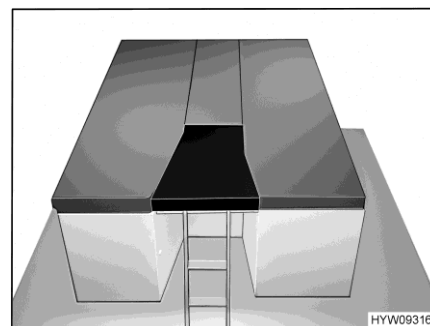

Fig. 83 Posizionamento del cuscino aggiuntivo
- Posizionare il cuscino aggiuntivo fornito tra i letti singoli (Fig. 83).